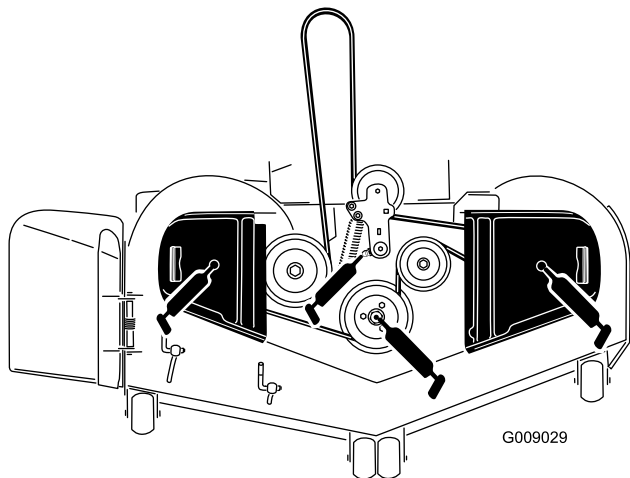

Figura 40
3. Engrase el pivote de la polea tensora de la carcasa del cortacésped hasta que salga grasa por el extremo inferior (Figura 40).
4. Engrase los tres cojinetes de los ejes hasta que rezume grasa (Figura 40).
5. Engrase el brazo tensor de la correa de transmisión (Figura 40).